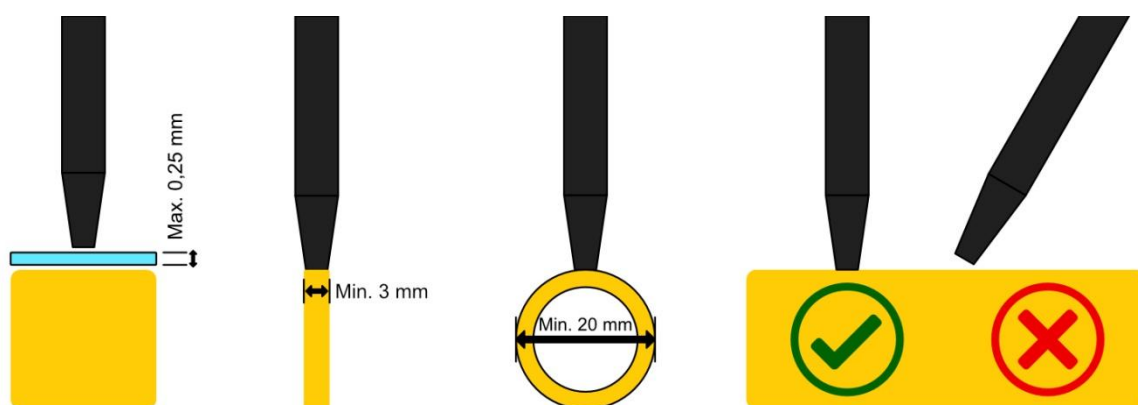

Figura 2 - Instrucciones para la colocación de la punta de medición.
Para determinar la conductividad de su objeto de prueba, mantenga la punta del lápiz perpendicular a la superficie del objeto de prueba (véase la Figura 2). **No coloque la punta con demasiada fuerza ni sobre bordes afilados de acuñación, ya que podría dañar o destruir la bobina sensible de la punta. Un toque ligero, como cuando se escribe con un bolígrafo, es completamente suficiente.** El equipo realiza dos mediciones por segundo. Como resultado, el valor de conductividad resultante se muestra continuamente en la pantalla con una precisión de un decimal (3). Debido a los intervalos de medición y al cambio de posición de la punta de medición relacionado al usuario, es posible que el valor de conductividad no permanezca constante.